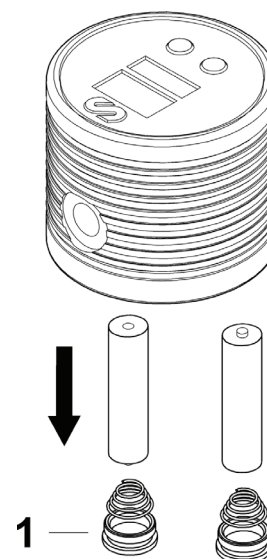

Fig. 3
1. Retirar as tampas roscadas (1) na parte de trás do contador (fig. 3).